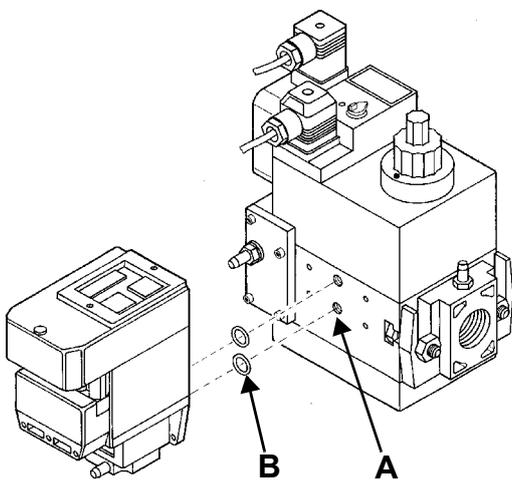
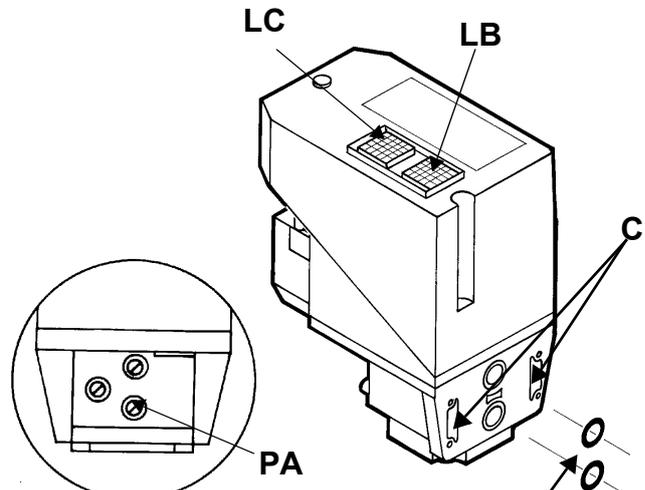

Рис. 19
Рис. 20
- 16 При возникновении необходимости подкорректировать расход газа, отрегулированный согласно пунктов 1 и 2 этого параграфа, расслабить винт **V1** (Рис. 19) и отрегулировать угол раскрытия дроссельного клапана, вращая пластинку **C**, воздействуя на винт **V3** (вращение по часовой стрелке - для уменьшения расхода газа, а против часовой стрелки - для увеличения). Индикатор **S** указывает угол раскрытия.
- 2 Замерить давление газа **A** и **B** (см. Рис. 19)
- 3). снять крепежные винты группы Multibloc (Рис. 19-А)
- 4). вставить уплотнительные кольца (10,5x2,25) в VPS 504 (Рис. 20-В, Рис. 19-В)
- 5). закрутить 4 винта блока контроля герметичности (М4х16) Рис. 19-С.
Для проверки работы, подсоедините манометр к штуцеру для отбора давления **PA** (Рис. 20). Если проверка завершилась положительно, через несколько секунд загорается жёлтая лампочка **LC**. В противном случае загорается красная лампочка блокировки **LB**. Чтобы перезапустить горелку, необходимо разблокировать блок управления нажатием на светящуюся кнопку **LB**.